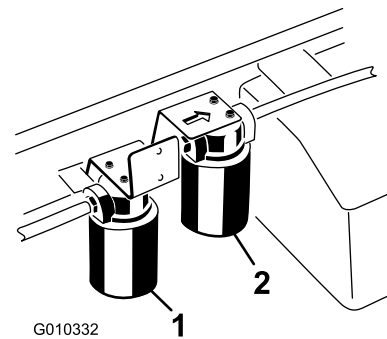

Figura 70
2. Limpie la zona de montaje del filtro. Coloque un recipiente debajo del filtro y retire el filtro (Figura 70).
1. Limpie alrededor de la zona de montaje del filtro de alto caudal (Figura 70). Coloque un recipiente debajo del filtro y retire el filtro.